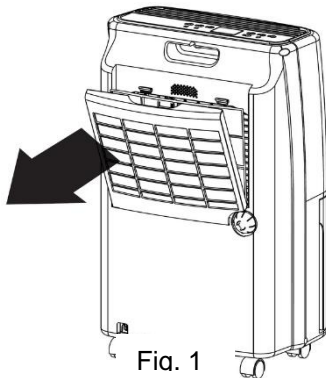

Fig. 1
- 3.2. Schroef de schroefdop aan de rechter achterkant van de luchtontvochtiger los en bewaar deze op een veilige plaats! (Zie Fig. 1)
- Pak het luchtfilter vast aan de bovenrand en trek het naar je toe om het luchtfilter uit de houder te halen. (Zie Fig. 1)